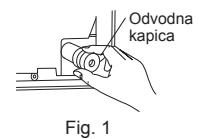

Fig. 1
- Položite cijevi za rashladno sredstvo i odvodno crijevo zajedno, zatim čvrsto omotajte filc traku (4) od kraja. Širina preklapanja filc trake (4) treba biti 1/3 širine trake. Koristite graničnik trake na kraju filc trake (4).
- Izvučite odvodnu kapicu na stražnjoj desnoj strani unutarnje jedinice. (Fig. 1)